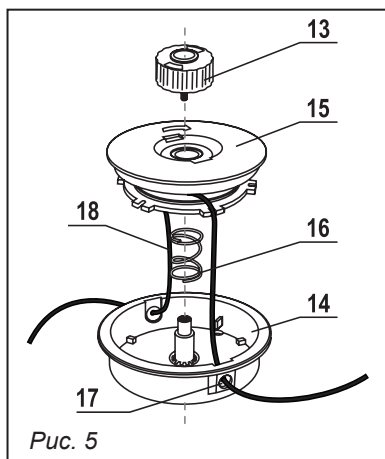

Рис. 5
5.2. Замена лески триммерной (рис. 5)